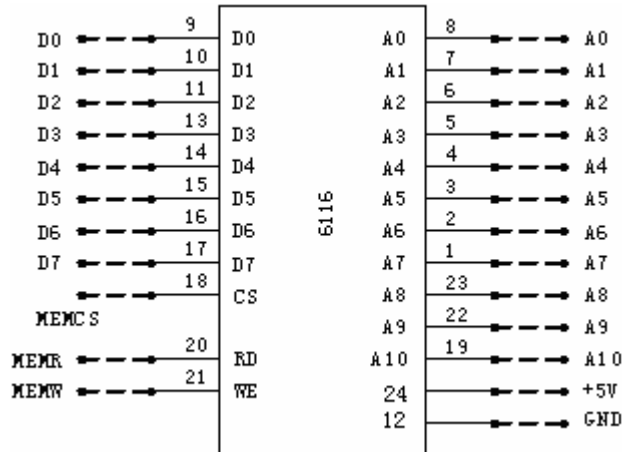

图14-1
- 1、用通用插座按图14-1将6116电路连接好。编程将主机内存缓冲区D4000H, 偏移量为0的一块数据循环写入字符A~Z, 用Block MODE DMA方式传送到实验箱上的RAM6116上, 并察看送出的数据是否正确。其中扩展6116首地址为D6000H。